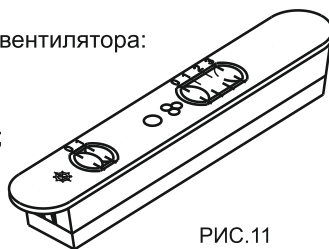

РИС.11
7.2.1 Ползунковый переключатель (рис. 11).